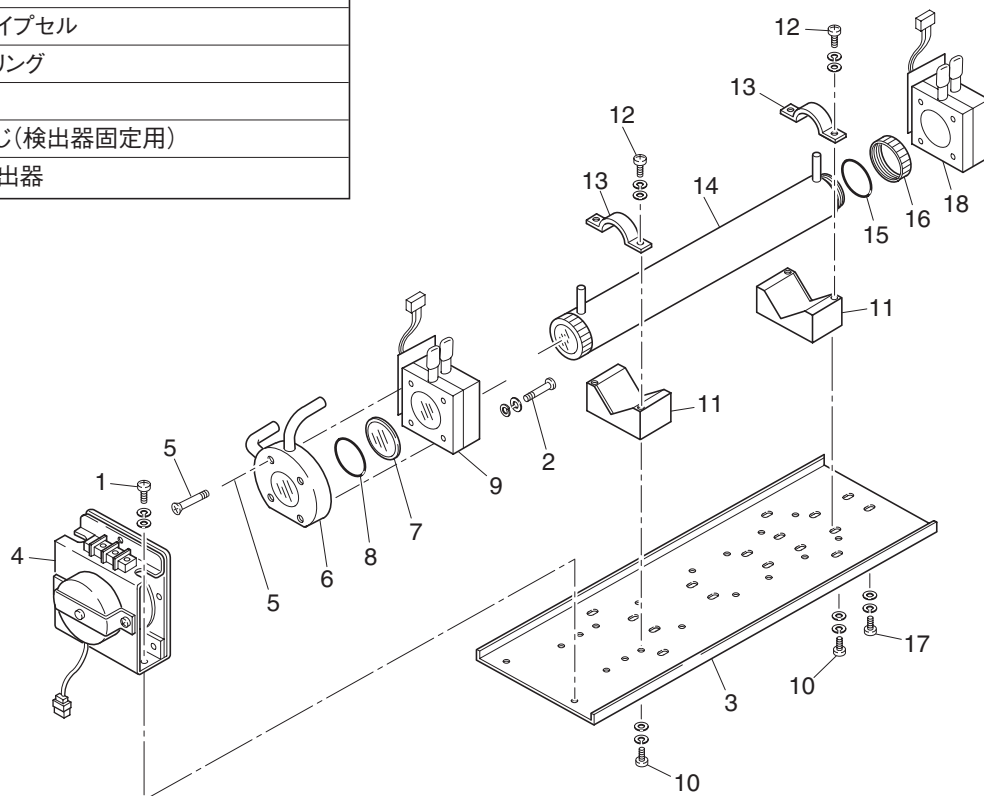

図7－3 測定部の構成（二成分計：ブロックセル+パイプセルの場合）
(3) 測定部ユニットの外し方
①①～④「7.4.1」項(1)はパイプセルの外し方と同じです。
⑤検出器の出力コードのコネクタをプリント板から外します。
⑥赤外線光源組立の2ピン端子への配線とチョッパモータのピンコネクタ（図7－1のNo.8）をプリント板から外してください。
⑦ベース板（図7－1のNo.4）を固定している4本ねじ（図7－1のNo.3）を外し、測定部ユニットを取り出します。